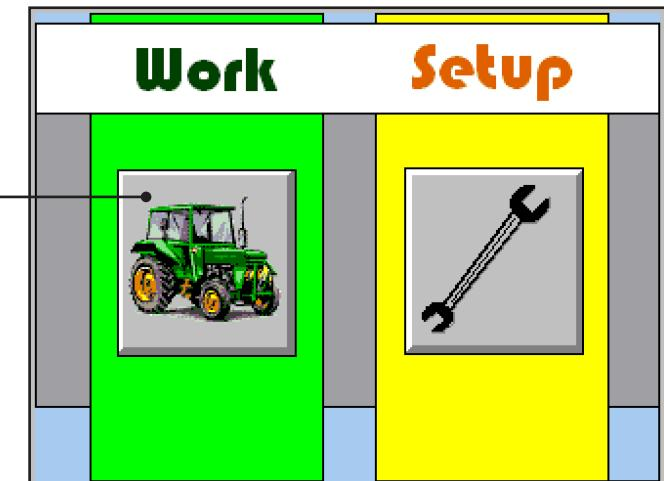
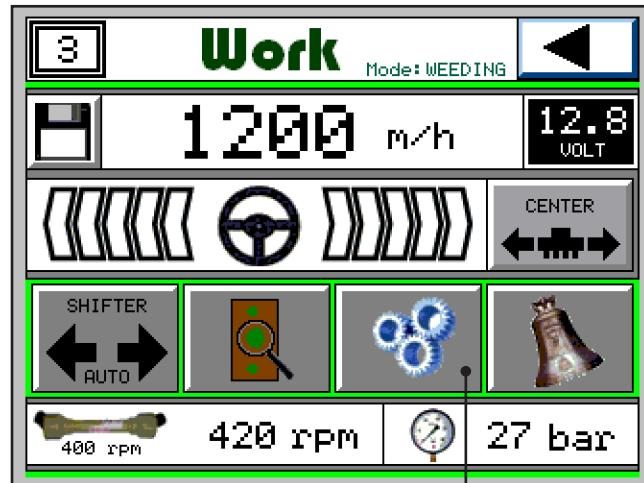

Fig. 2
Fig. 3
- 6) Con il tasto **>** confermare il numero degli elementi montati e si passa alla pagina di **Fig. 2**, premere il tasto (**D**) e si passa alla pagina di **Fig. 3**.
- 6) By means of button **>** confirm the quantity of units, proceed to page **Fig. 2**, press the button (**D**) and then to page **Fig. 3**.
- 6) Avec le bouton **>** confirmer le numéro des éléments. Après ça (**Fig. 2**) pousser le bouton **(D)** (Travail) et passer à la page suivante (**Fig. 3**).
- 6) Con la tecla **>** se confirma el número de elementos montados y se pasa a la página de la **Fig. 2**, pulse la tecla **(D)** y se pasa a la página de la **Fig. 3**.